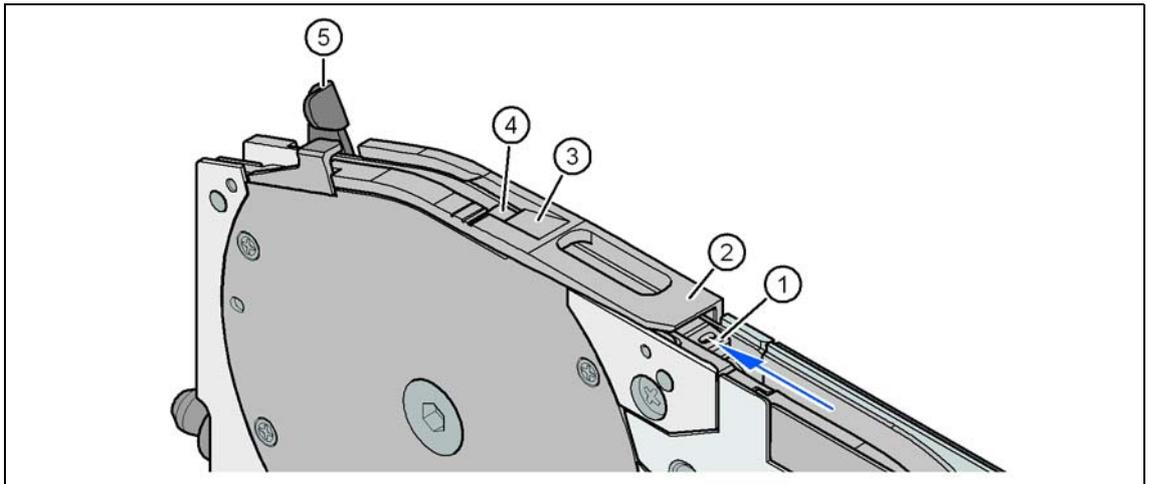

图 5.10 - 5 料带供料器组件上的拾取窗口
- 引导拾取窗口（2，图 5.10 - 5）下部的料带起点，直到元件料带接触到链轮。